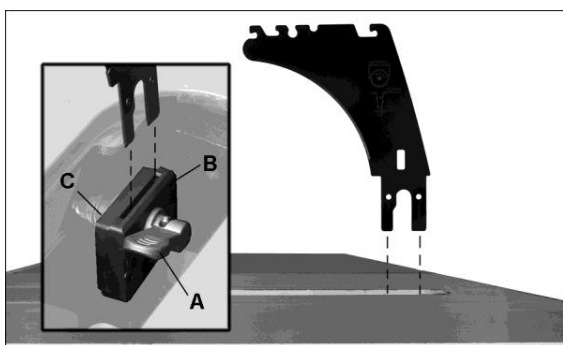

Рис. 5-9
См. Рис. 5-9.
4. Через открывшееся отверстие стола потяните рычаг (А, Рис. 5-9). Подвижный зажим (В) отойдет от неподвижного (С), образуя зазор между ними.
Зажим (Рис. 5-9) отрегулирован на заводе-изготовителе, поэтому дополнительная регулировка защитного кожуха пильного диска и расклинивающего ножа не требуется. Однако, очень важно, чтобы расклинивающий нож был выровнен с пильным диском. Перед работой на станке прочтите *раздел 7.3 Выравнивание расклинивающего ножа*. При необходимости произведите его регулировку.